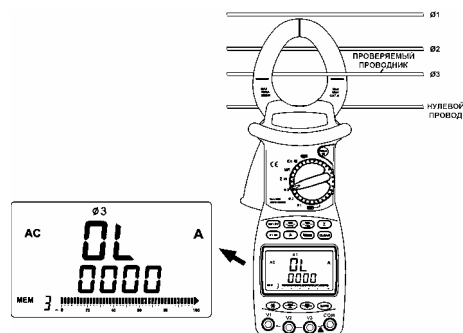

Рисунок 7. Дисплея при токе выше 1000A
- Если ток превысит 1000A (True RMS), то на дисплее появится символ "OL" (см. рис.7).